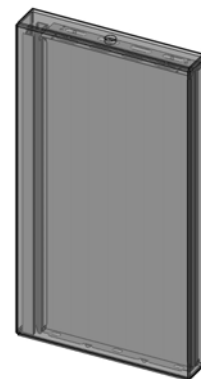

Abbildung 3 - Verpackung der Seitenwände des Kaminofens Kasai
- eine Verpackung enthält die metallenen Seitenwände Abb. 3 Teil "6-7-8-9" Abb. 8 (Der Karton mit den Seitenwänden wird neben die Struktur gestellt)